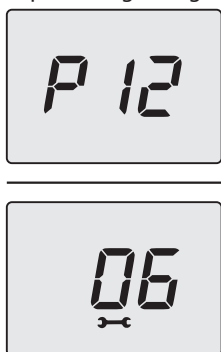

Figura 5.45
- Premere per 1 sec. il tasto 15 (Figura 5.41) per entrare nel parametro selezionato. Il display visualizzerà quanto segue (Figura 5.45).